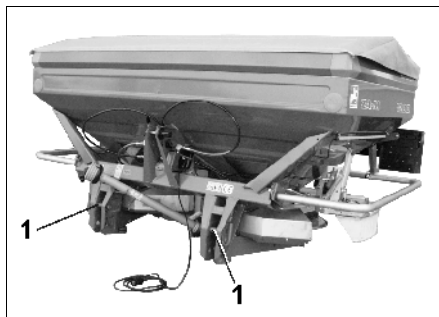

Fig. 20
- Traktorens lift arme monteres med splitbolten (Kat. II) (Fig. 20/1) og sikres med ringsplitter
- Topstangen monteres med splitbolten (Kat. II) (Fig. 20/2) og sikres med en ringsplit.